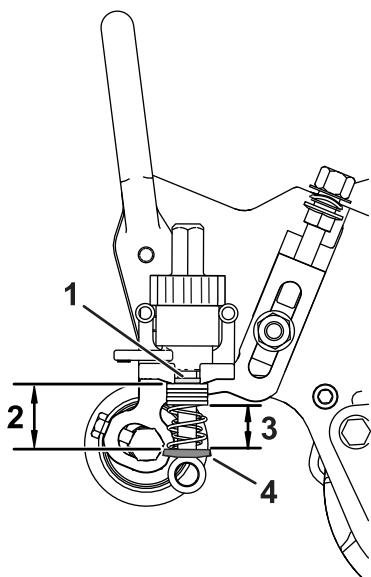

Bild 16
4. Messen Sie den Abstand zwischen den Unterlegscheiben (die aktuelle Federlänge), wie in Bild 16 dargestellt.